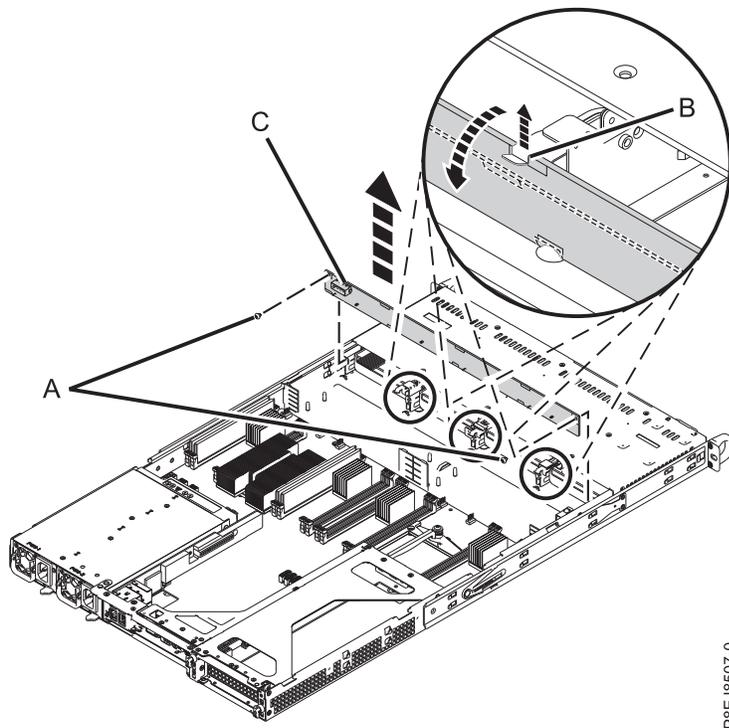

Figura 7. Extracción de la placa posterior de unidad de disco y los tornillos
5. Extraiga la placa posterior de unidad de disco como se muestra en la Figura 7 en la página 11.
- a. Quite los dos tornillos (A), uno de cada lado, de la parte superior de la placa posterior de unidad de disco.
- b. Gire la parte superior de la placa posterior de unidad de disco hacia la parte posterior del sistema para liberar la placa posterior de unidad de disco de los tres clips de retención (B).
- c. Levante la placa posterior de unidad de disco (C) del sistema.